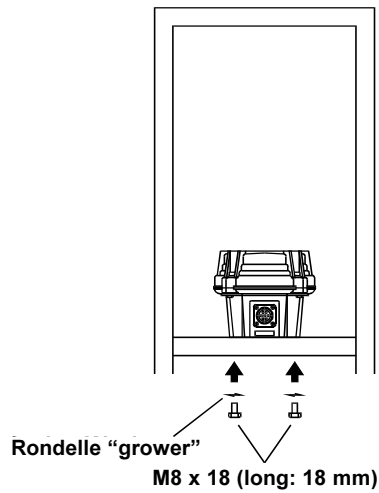

Figure 10
2. Fixer le moteur sur la plaque de base de la cage, à l'aide des vis et écrous fournis. Il est recommandé de mettre un peu de graisse sur les écrous en vue d'un démontage éventuel futur (voir Figure 10).